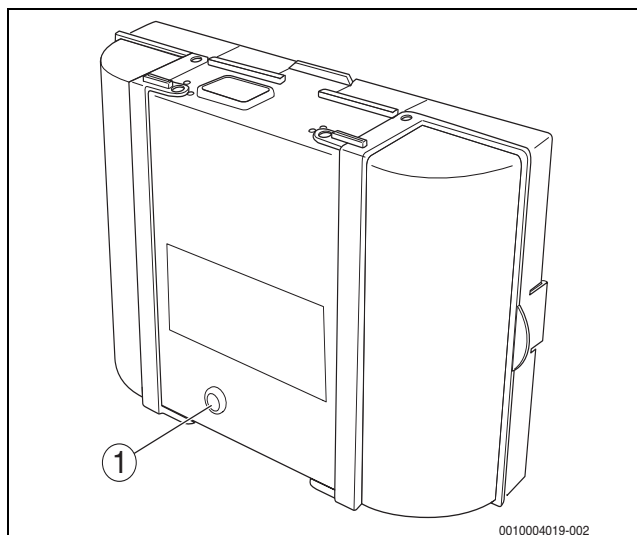

Bild 78 Störungen am Feuerungsautomaten zurücksetzen
- ▶ Taste „Entstören“ am Feuerungsautomaten drücken (→ Bild 78).